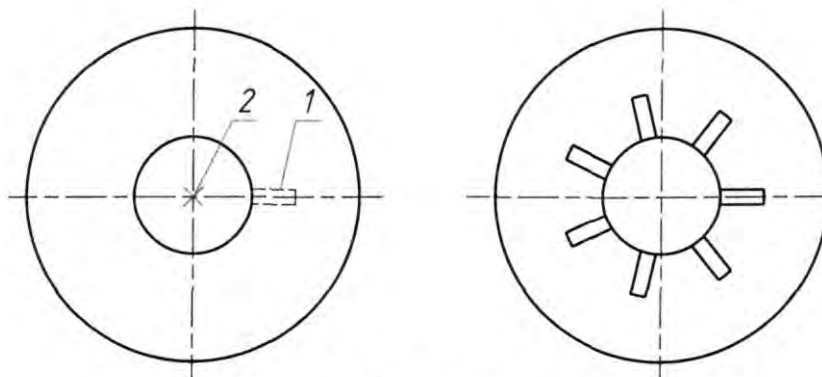

Рис. 8.5
У вікні, що відкривається після запуску команди, вибирається перемикач Polar Array. Задається вихідний об'єкт (1) (Рис. 8.5), кут заповнення – 360° , кількість об'єктів – 7, вказується центр кола кругового масиву (т.2).